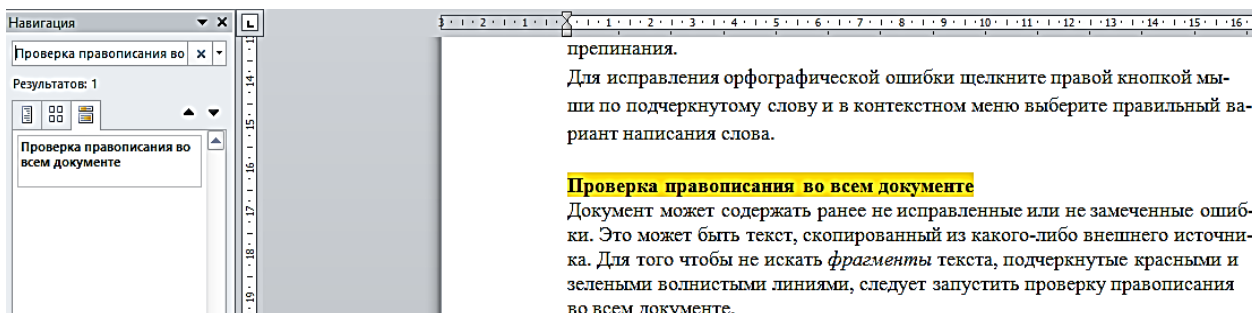

Рис. 32. Поиск текста в документе
1. Щелкнуть мышью в поле поиска в верхней части Область навигации и начать вводить текст для поиска. Поиск производится в режиме реального времени, т. е. по мере ввода текста. Например, достаточно ввести одну букву и в документе эта буква будет выделена желтым фоном. После ввода следующей буквы искомого текста в документе будут найдены и выделены эти две буквы и т. д. После ввода слова в документе будет найдено и выделено это слово. Фрагменты документа с найденным текстом отображаются в Области навигации. Найденный текст будет выделен в документе желтым фоном (рис. 32).